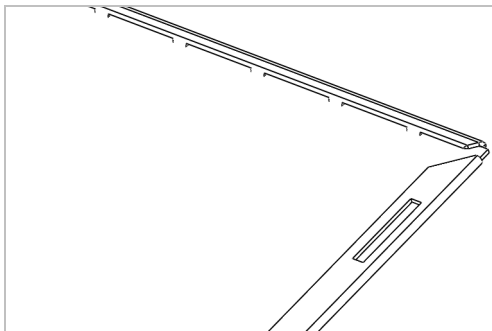

图 13-82 以消隐线样式显示模型
(13) 单击前导视图工具栏中的【显示样式】按钮，弹出列表框，单击【消除隐藏线】按钮，以消隐线样式显示模型，如图 13-82 所示。